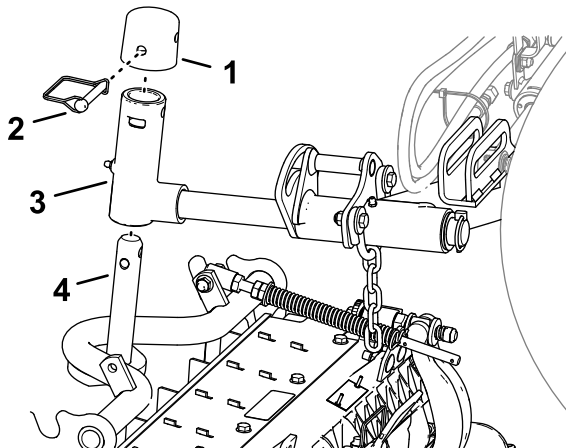

Bild 15
1. Schieben Sie ein Mähwerk unter den Hubarm (Bild 15).